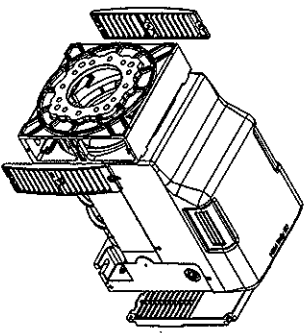

fig. 1
- 3) S'assurer que les ouvertures de ventilation ne sont pas obstruées (fig. 1)
- 3) Asegurarse de que las ventanas de aspiración y expulsión del aire de refrigeración estén libres (fig. 1)